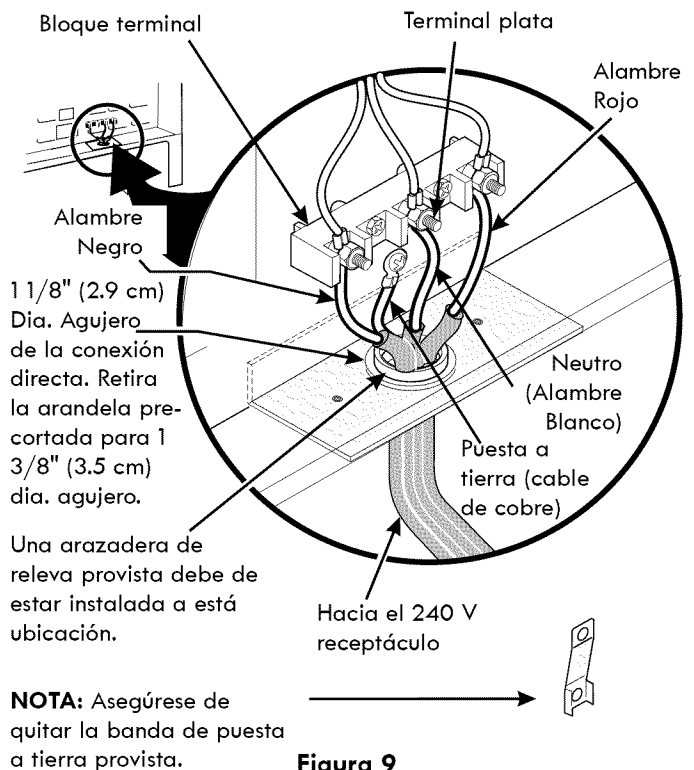

Figura 9
NOTA: La cocina corrediza eléctrica viene de fabrica con un agujero de diámetro 1 1/8" (2.9 cm) como se muestra en la figura 9. Si un agujero mas largo está necesario retire la arandela de la pre-cortada.
3. Utilizar los tuercas suministraron en el paquete de la literatura para conectar el alambre de tierra (verde) del cable de bronce del suministro eléctrico al armazón del electrodoméstico con el tornillo de la base, usando el hoyo del armazón por donde retiró la correa de la base (vea figura 9).
Si el aparato está conectado directamente al corta circuito, a la caja de fusibles o a la caja de empalmes, use un cable blindado flexible o no metálico recubierto de cobre (con alambre a tierra). Provee una abrazadera releva de anclaje homólogo UL a cada extremidad del cable. A la extremidad del electrodoméstico, el cable pase a través del agujero de la conexión directa (ver figura 9) en el cordón de la placa de montaje. El tamaño de los alambres (**alambre de cobre solamente**) y las conexiones deben estar conforme al régimen del electrodoméstico.